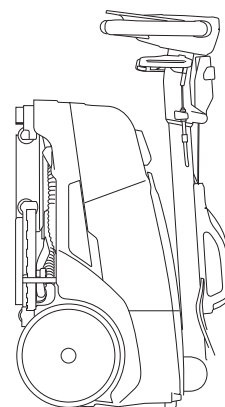

Fig.4
- Drej maskinen til lodret position (Fig.4).